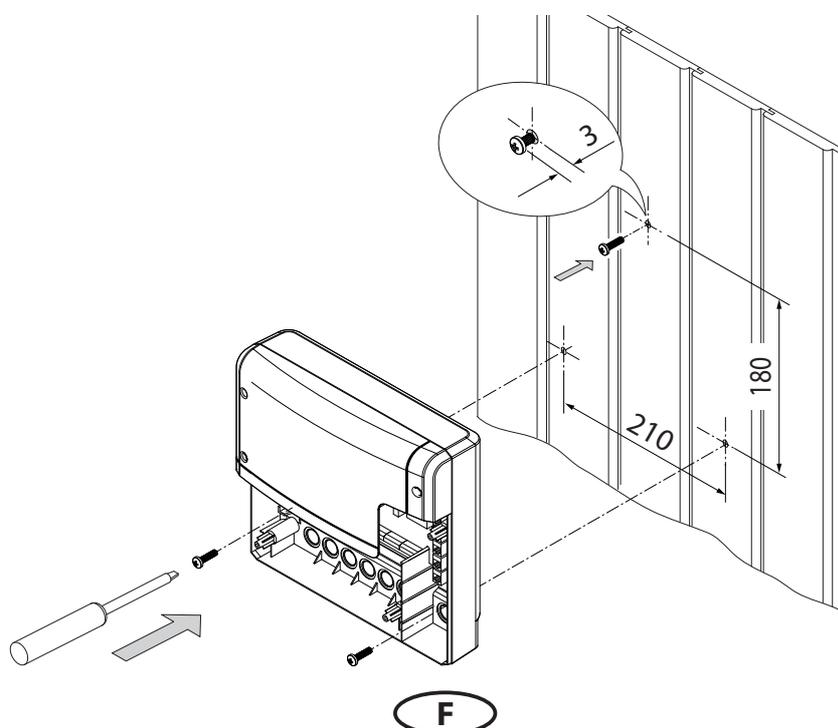

Fig. 2
Les perçages pour les vis à bois fournies de 4 x 25 mm doivent être effectués conformément aux dimensions indiquées dans la fig. 2.
2. Dans le trou en haut au centre, tournez l'une des vis à bois. La partie de puissance doit être accrochée à cette vis. Pour ce faire, laissez la vis dépasser d'env. 3 mm (plus de détails dans la fig. 2).